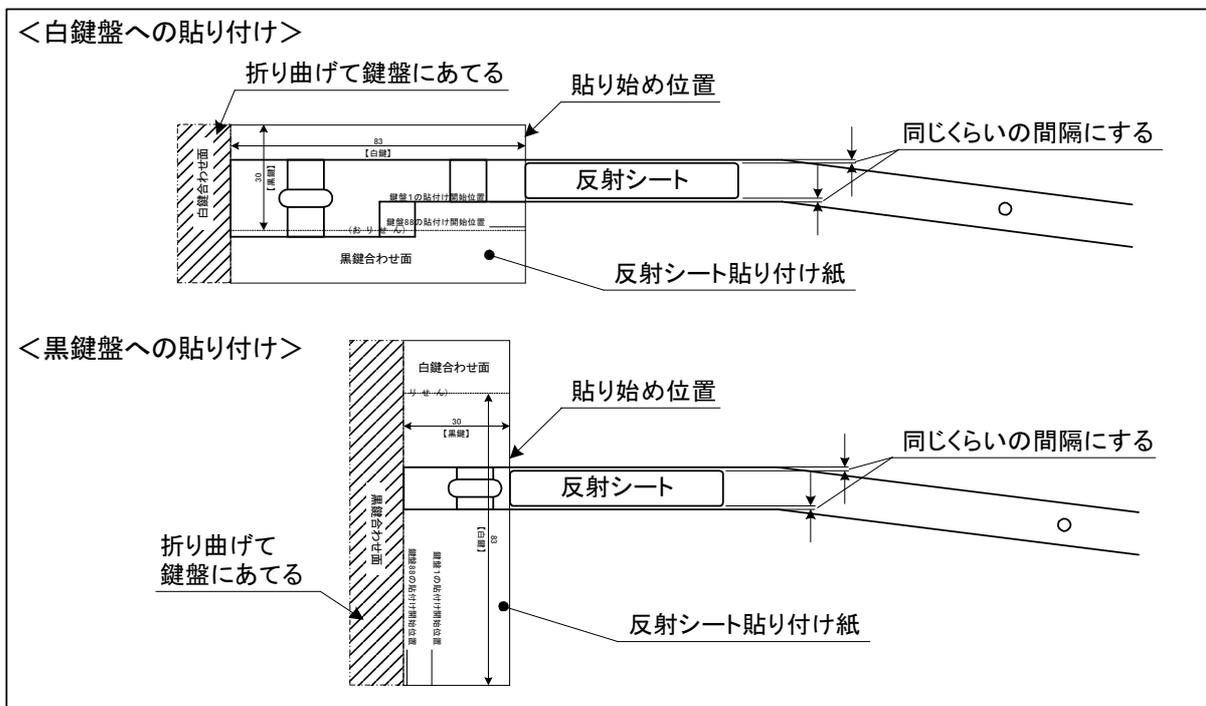
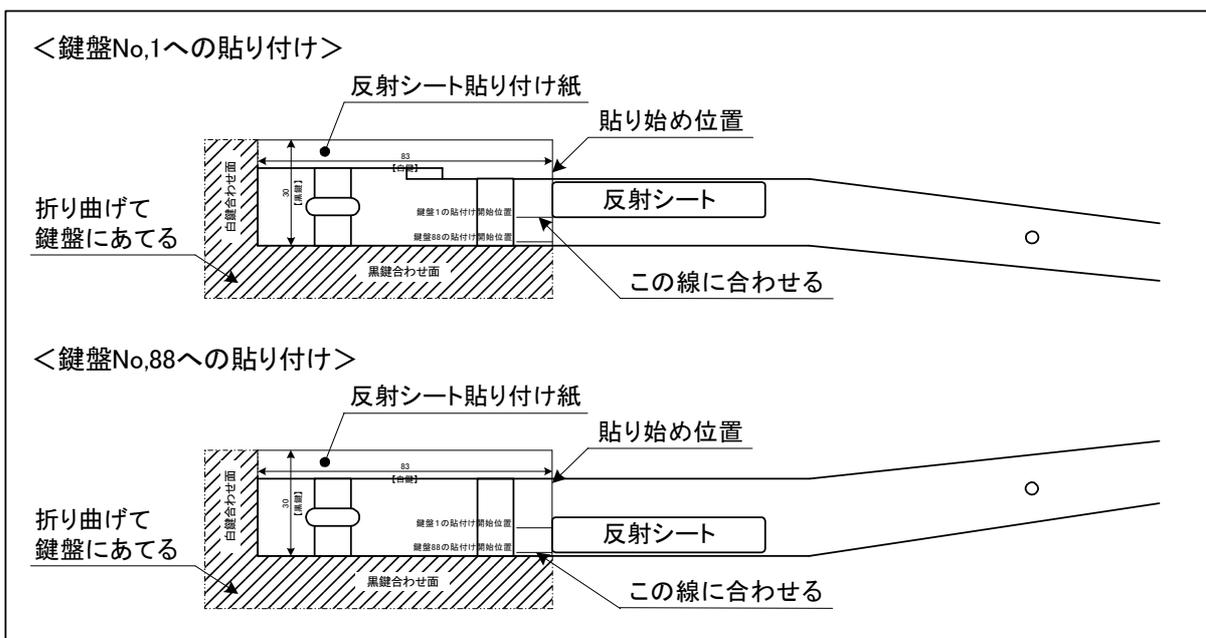

図4.2-6 反射シートの貼り付け
図4.2-7 白鍵No.1とNo.8への貼り付け
- (5) 白鍵盤と黒鍵盤から1本ずつを選び、反射シート貼り付け紙を用いて、反射シートを貼り付ける。反射シート貼り付け紙の白鍵盤は【白鍵合わせ面】、黒鍵盤は【黒鍵合わせ面】をそれぞれに折り曲げ、鍵盤の先端部に当てて、各鍵盤用の間隔を取り貼り付ける。(図4.2-6を参照)尚、鍵盤No.1とNo.88は反射シートを貼る場所の幅が広がっているので、図4.2-7の様に、反射シート貼り付け紙の【白鍵合わせ面】と【黒鍵合わせ面】の両面を折り曲げ、鍵盤の先端部と側面部の両面に当てて、鍵盤先端からと側面の両方向から間隔を取って貼り付ける。
- (6) 反射シートを貼り付けた鍵盤をピアノに取り付け、鍵盤センサーのセンサーと反射シートの位置関係を確認する。反射シートの下にセンサーがある場合は、図4.2-6と図4.2-7の要領で全ての鍵盤に反射シートを貼り付ける。もし、センサーが外れている場合は、センサーに合わせて反射シートの位置を変えて貼り直し、残り全ての鍵盤も同じ位置に貼り付ける。
- (7) 鍵盤センサーにケーブル中継部へのケーブルを接続して、全ての鍵盤を取り付ける。